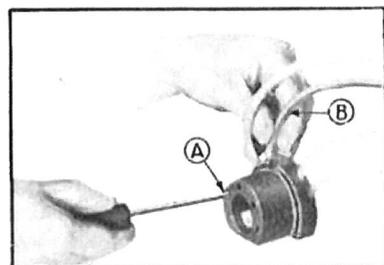

Fig. 358. — Montage d'un fil d'allumage dans le distributeur de la magnéto.
- 7—Retirer le distributeur et s'assurer en les poussant, que chaque fil bute bien au fond de son logement, puis revisser les 4 vis de fixation (fig. 358).